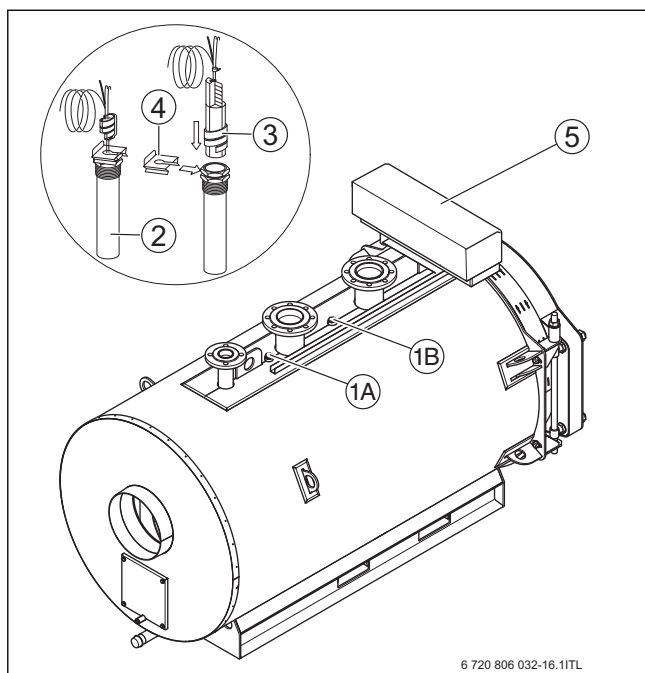
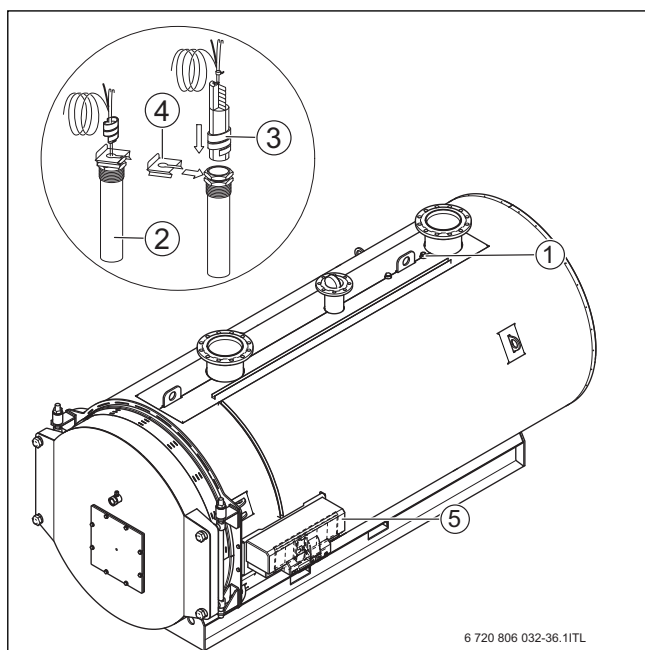

Рис. 25 Установка комплекта датчика температуры SK655/SK755
Рис. 26 Установка комплекта датчика температуры SK655/SK755
Датчики предохранительного ограничителя температуры (STB) и регулятора температуры (TR) **должны** устанавливаться в точке замера на верхней стороне котла (→ рис. 25 и рис. 26).
- ▶ Вставьте комплект датчика (→ рис. 25, стр. 23, [3]) до упора в гильзу [1].